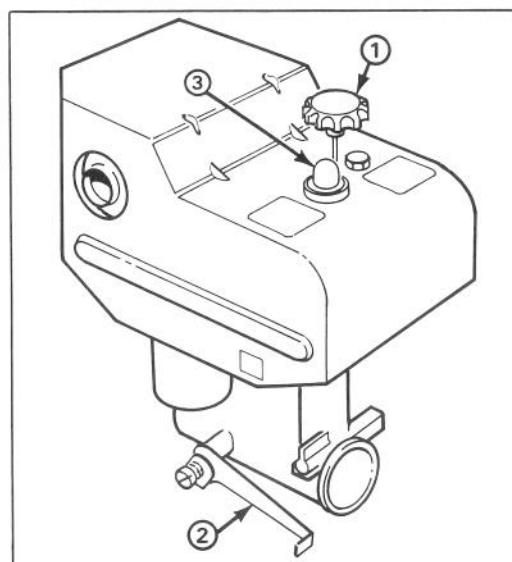

Figure 10
**Commande des gaz** (fig. 10)—Levez la commande des gaz pour augmenter la vitesse du moteur.
**Starter** (fig. 10)—Le starter se trouve à gauche du moteur. Abaissez-le en position EN SERVICE maximale pour faire démarrer un moteur à froid. Lorsque celui-ci commence à se réchauffer, ramenez progressivement le starter vers la position HORS SERVICE.
**Commande d'amorçage** (fig. 10)—Appuyez sur cette commande pour pomper une petite quantité d'essence dans le moteur afin d'aider au démarrage par temps froid.
3. Mettez le starter en position EN SERVICE maximale (fig. 10).
5. Appuyez sur la commande d'amorçage (fig. 10) à cinq reprises.
7. Lorsque le moteur est en marche, réduisez immédiatement le starter de trois quarts de position (fig. 10); laissez le moteur se réchauffer, puis descendez le starter à mi-course, et enfin en position HORS SERVICE. Si le moteur broute, remettez-le à mi-course. Lorsqu'il a suffisamment chauffé, redescendez sur la position HORS SERVICE.